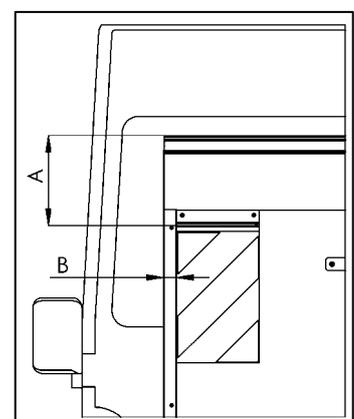
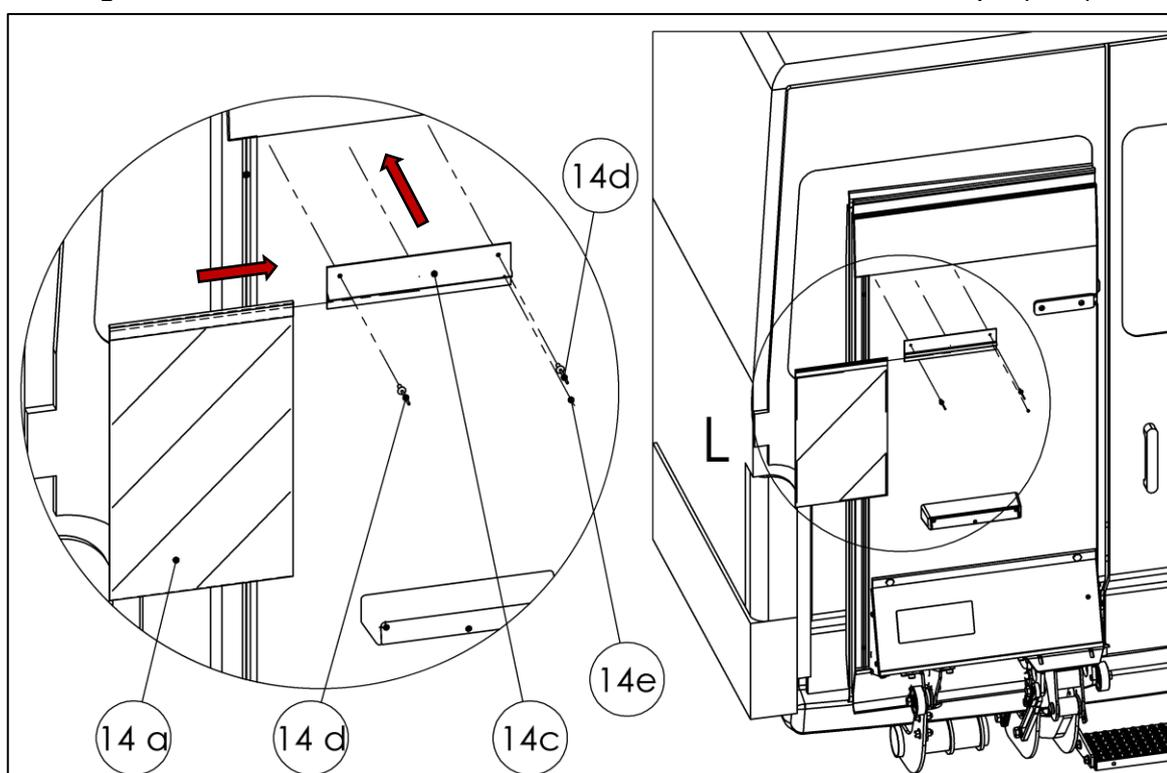
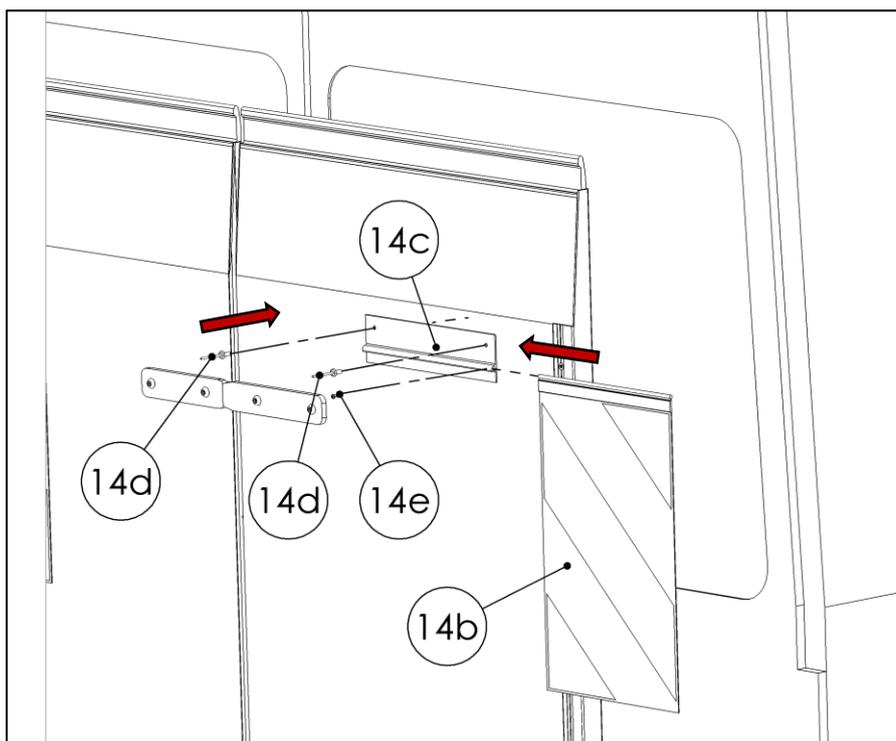

Fig. 66
Fig. 67
Fig. 68
- Obtenga el juego de banderas de advertencia (Art. 14, No. de parte 60 710 330) del juego de accesorios y móntelo de acuerdo con las instrucciones de instalación a continuación (Fig. 66, Fig. 67, y Fig. 68).
IMPORTANTE: Especificaciones de montaje: Cumpla con estas especificaciones de montaje (vea Fig. 66):
IMPORTANTE: Identifique la bandera de advertencia izquierda (14a) por el ángulo del patrón (vea la Fig. 67).
IMPORTANTE: Identifique la bandera de advertencia derecha (14a) por el ángulo del patrón (vea la Fig. 68).